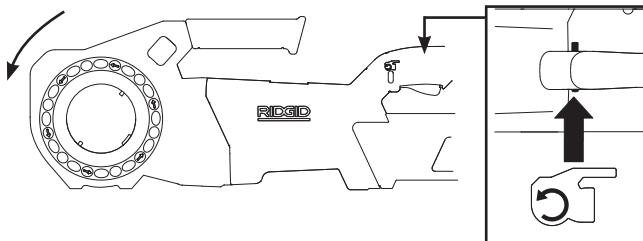

Abbildung 5B - Schalterstellung RÜCKWÄRTS (gegen den Uhrzeigersinn)
- Wiederholen Sie den Vorgang für den Rückwärtsbetrieb (*siehe Abbildung 5B*). Wenn sich der Kraftantrieb nicht in die richtige Richtung dreht oder der Betrieb der Maschine nicht mit dem EIN/AUS-Schalter bedient werden kann, verwenden Sie die Maschine nicht, bis sie repariert wurde.